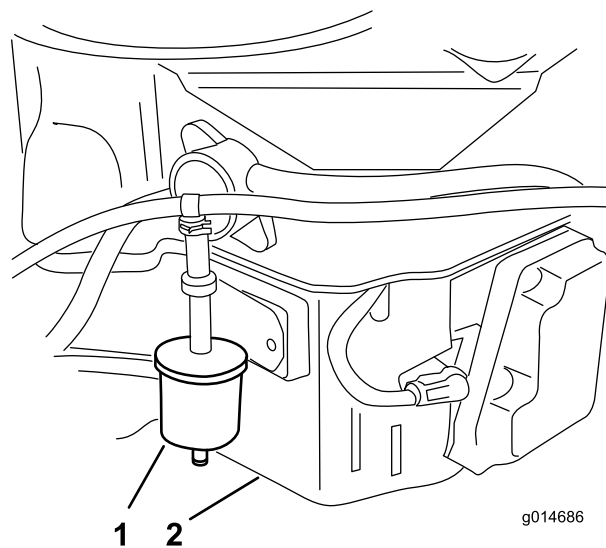

Figure 29
3. Déposez le filtre de mise à l'air libre de carburant existant (Figure 29).